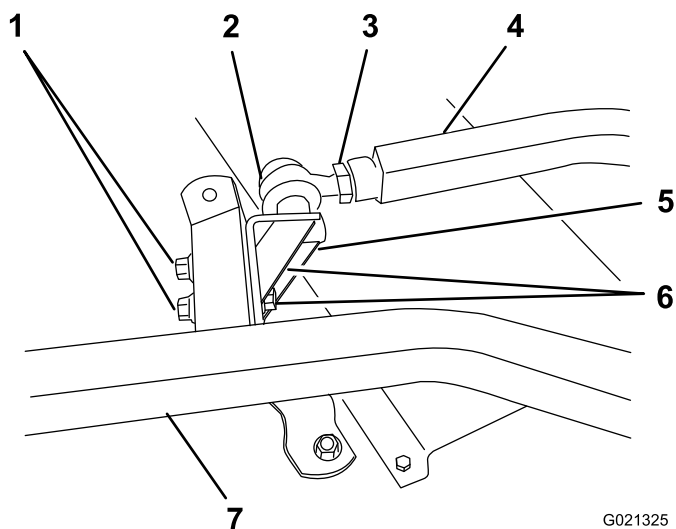

Figura 10
1. Remova os dois parafusos, anilhas chatas e porcas de flange que prendem a rótula esférica do lado esquerdo ao braço do lado esquerdo da roda giratória (Figura 10).